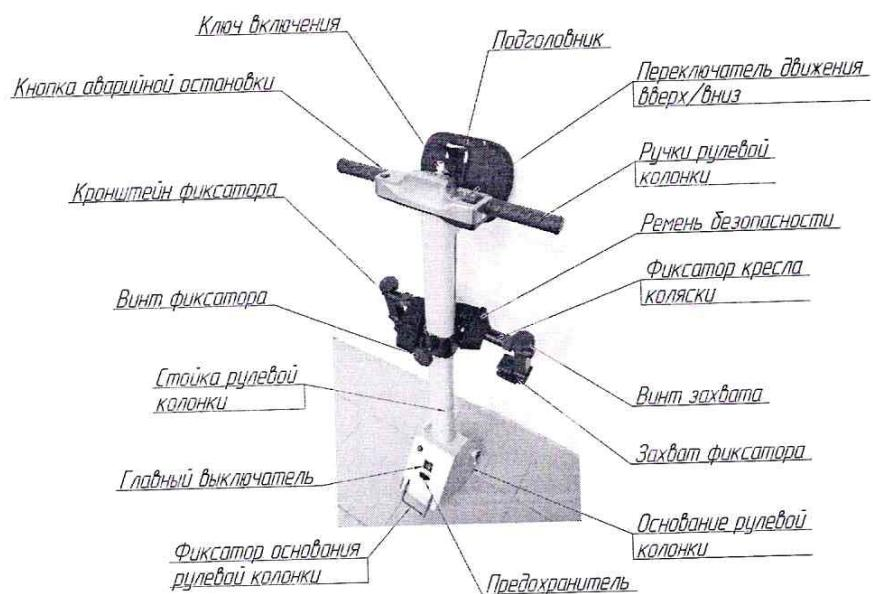
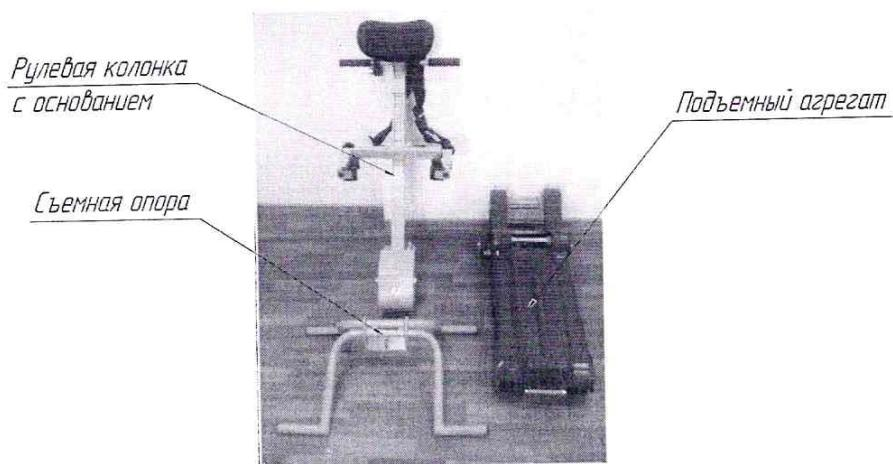

Рис.4. Рулевая колонка с основанием
Рис.7. Составные части подъемника
- **Рулевая колонка (штурвал)** (Рис.4) подъемника выполняет функцию обеспечения движением подъемника, закрепления с помощью фиксатора кресла-коляски с человеком на подъемник и обеспечивает удержание кресла-коляски на опорах при движении по лестнице.
Рулевая колонка с основанием устанавливается и фиксируется на подъемном агрегате с помощью фиксатора основания рулевой колонки (Рис.1, Рис.4) и фиксируется предохранительным фиксатором рулевой колонки (Рис.7а)
Рис.4а. Габаритные размеры рулевой колонки
- **Переключатель «вверх/вниз»** (Рис.4 и 6а) выполняет функцию включения двигателя на движение подъемника вверх или вниз:
- **Кнопка аварийной остановки** выполняет функцию экстренной остановки подъемника в случае необходимости. Для экстренной остановки подъемника необходимо отжать кнопку аварийной остановки находящейся на панели управления (Рис.4). Для продолжения движения подъемника необходимо нажать кнопку аварийной остановки. В рабочем положении кнопка нажата и горит красным цветом.
В данном разделе рассматривается сборка/разборка подъемника только 3-х основных узлов (Рис.7):
Рис.7а. Рулевая колонка с установленной съемной опорой
Рис.7б. Установка съемной опоры
- Съемной опоры (Рис.7б) под кресло-коляску с закреплением её двумя винтами к основанию рулевой колонки.
- установите съемную опору для кресла-коляски на основание рулевой колонки и закрепите двумя винтами фиксации (Рис.7б).
Установку рулевой колонки к корпусу агрегата можно производить уже в сборе со съемной опорой (Рис.7а) предварительно закрепив ее к рулевой колонке.
- кнопка аварийной остановки (Рис.4) должна быть в нажатом положении и гореть красным цветом;
- нажать кнопку переключателя движения вверх/вниз (Рис.4) и убедиться, что гусеницы приходят в движение.
- вывернуть винты захвата (Рис.4) до упора, обеспечивая свободный захват спинки кресла-коляски захватами фиксатора;